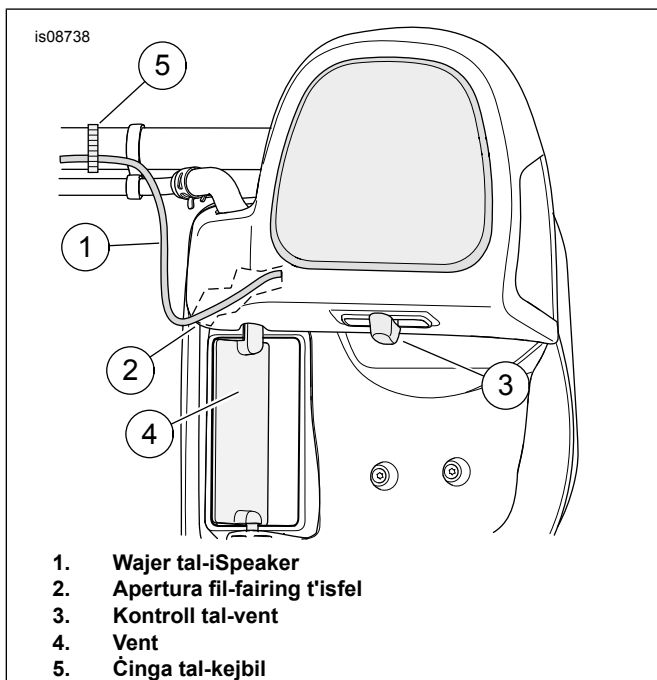

Figura 1. Routing tal-Wajer tal-iSpeaker
5. Ara Figura 1 . Kif jiġi mgħoddi l-wajer minn apertura żgħira (2). Ara li l-wajer jinżamm mill-i jagħmel kuntatt mal-vent (4) u l-kontroll tal-vent (3).
9. Orbot l-wajers tajjeb b'ċinga tal-cable (5).